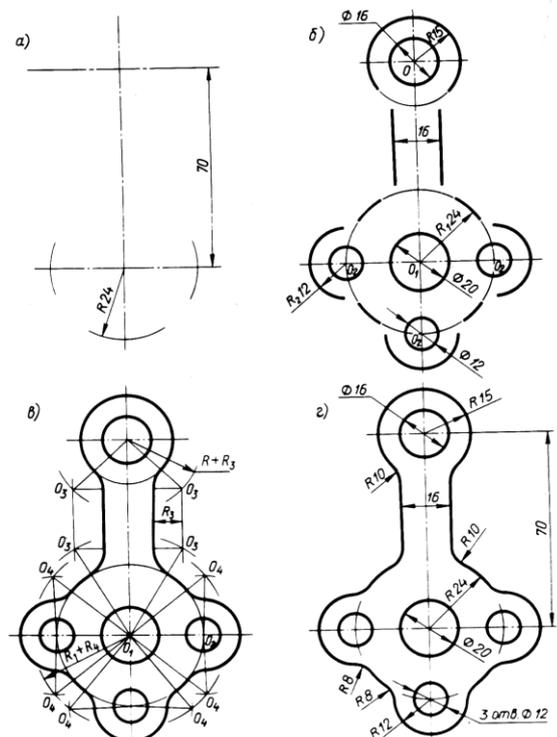

Рисунок 4
На рис. 4 показано последовательное вычерчивание
- 1) проводят ось симметрии (посередине листа) и все центровые линии (рис. 4, а);
- 2) из центров O , O_1 , O_2 проводят все окружности и дуги по заданным размерам. Параллельно оси симметрии проводят прямые линии на заданном расстоянии (рис. 4, б);